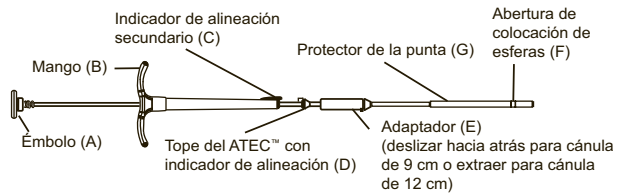

Figura 1
- Alinee correctamente los indicadores (C y D en la figura 1) con la muesca para muestras cuando dispense las almohadillas.
INSTRUCCIONES DE USO (véase la figura 1)